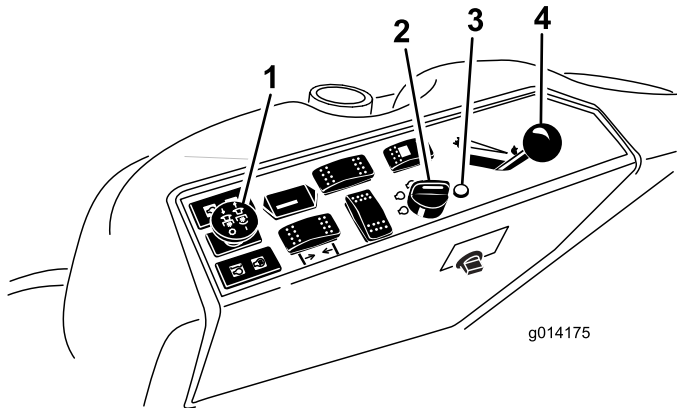

Figura 21
4. Spostate l'interruttore della presa di forza (PDF) in posizione di SPEGNIMENTO (Figura 21).
5. Portate la leva dell'acceleratore al centro tra le posizioni di MASSIMA e MINIMA (Figura 21).